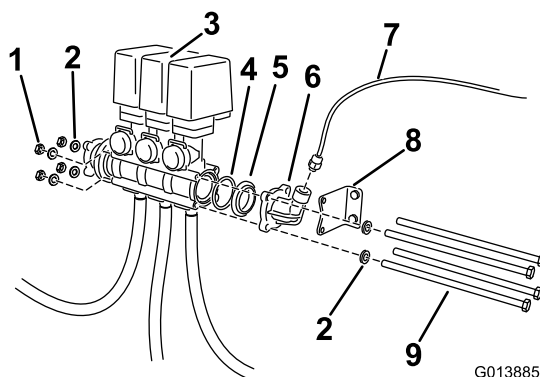

図 5
- バルブ・アセンブリを固定している長いボルト・ナット類を外す (図 5)。
- 水圧計ポートと、オス・オス・アダプタを取り外す (図 5)。